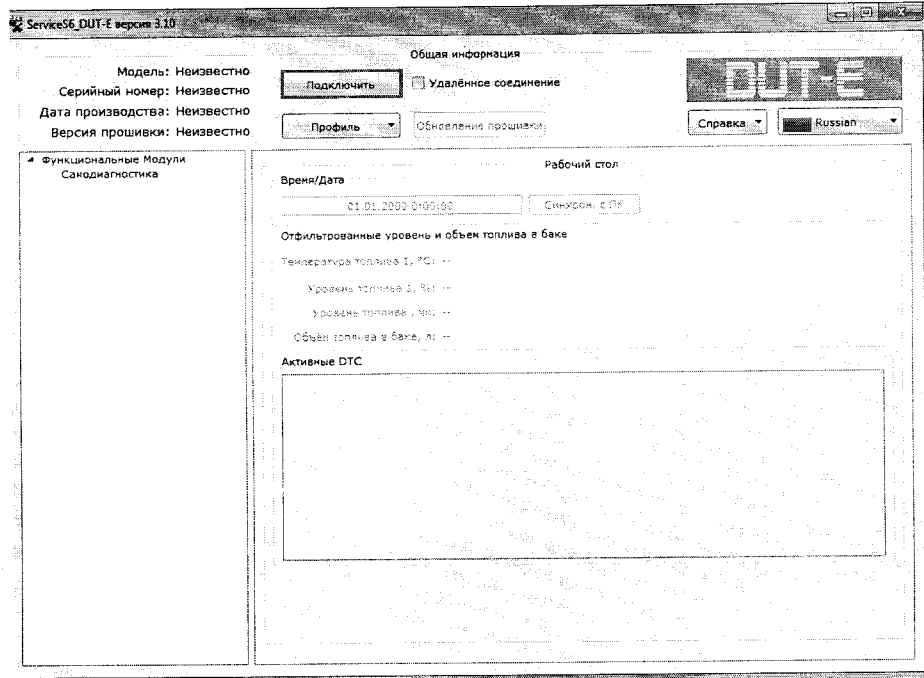

Рисунок 4 - Окно программы ServiceS6 DUT-E
- Нажать кнопку «Подключить», ввести пароль в окне «Пароль датчика» - Загрузится электронный профиль датчика (Рисунок 4).